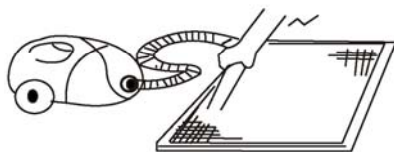

Рис. 1
- При выполнении чистки фильтра пылесосом расположите фильтр наружной стороной вверх. (См. рис. 1)